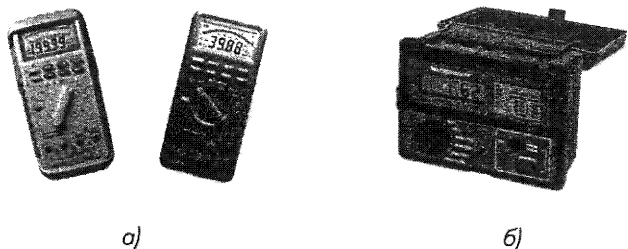

Рис. 1.8. Мультиметр (а) и мегаомметр (б)
- универсальный электроизмерительный прибор (тестер или мультиметр) для измерения режимов при ремонте аппаратуры (рис. 1.8а);
- мегаомметр (рис. 1.8б) для измерения сопротивления изоляции деталей (элементов схем) и проводов относительно корпуса («земли»);